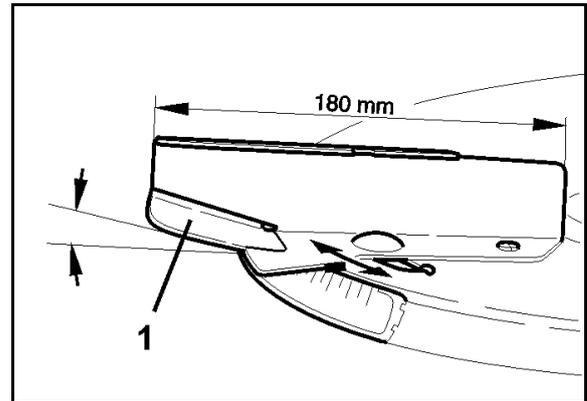

図 58
短い散布偏向板にはツールを用いずに上に畳むことができる回転ウイング (図 58/1) が備わっています。この回転ウイングにより、追加の付属品を用いることなく、1 m 以下の高さの穀物に遅い追肥を実施できます。
3. 散布偏向板の回転ウイング (図 58/1) を標準施肥と遅い追肥用の希望する位置に旋回させます。